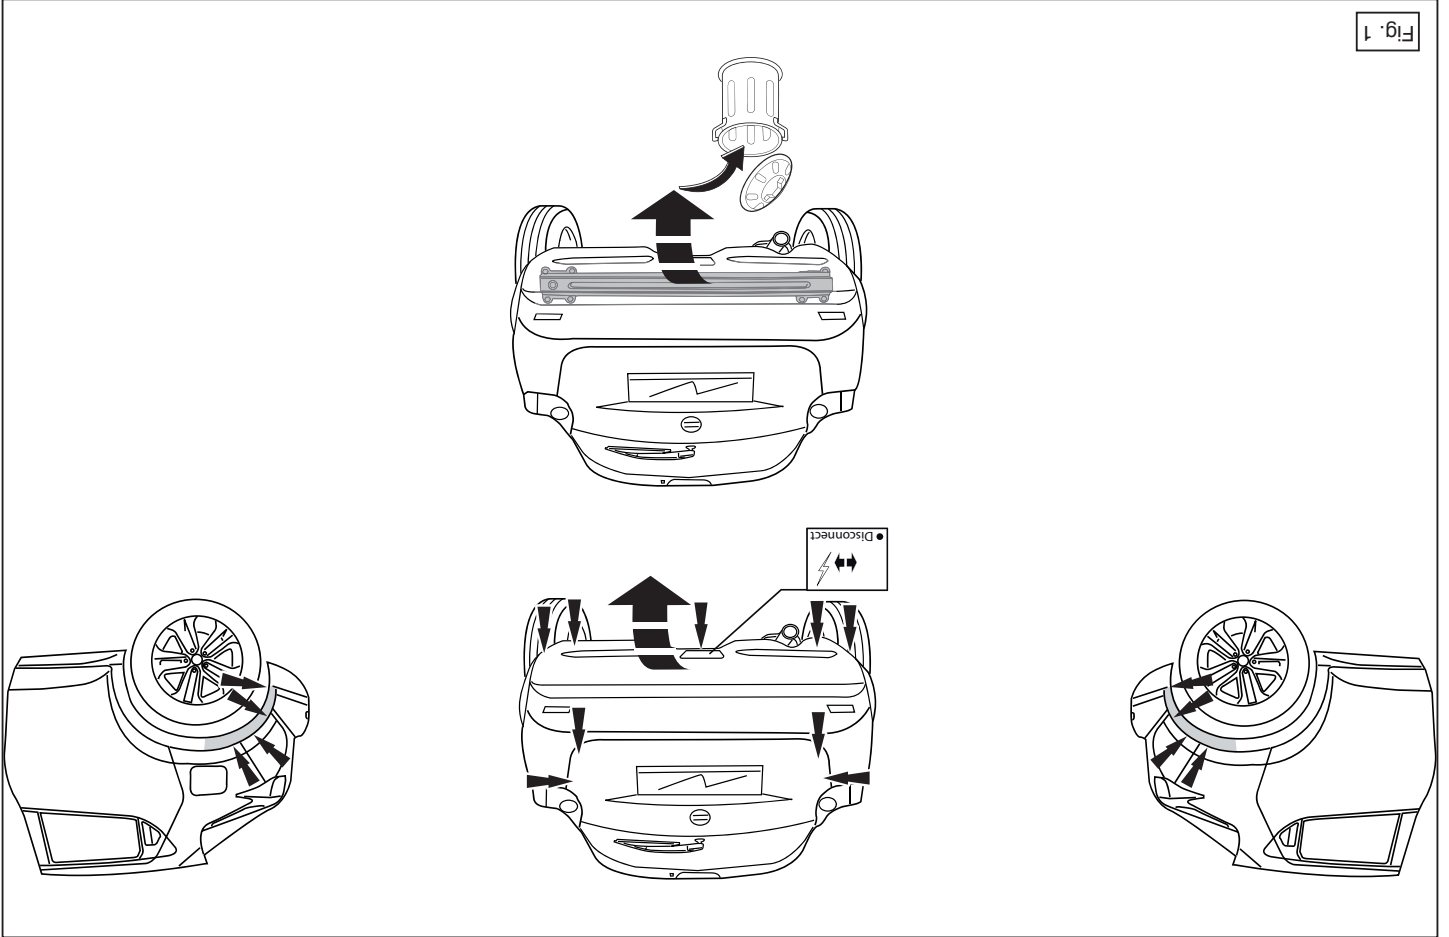

Fig. 1
1. Remove the bumper and the steel buffer beam from the vehicle. The buffer beam will no longer be needed. Replace the bolts. See figure 1.
1. Die Stoßstange einschließlich des stählernen Stoßbalkens vom Fahrzeug abmontieren. Der Stoßbalken wird nicht mehr benötigt. Die Schrauben wieder anbringen. Siehe Abbildung 1.
1. Déposer le pare-chocs du véhicule y compris la traverse en acier ; la traverse ne sera plus utilisée. Remettre les boulons de fixations en place. Voir la figure 1.
1. Demonter kofangeren, inklusive køretøjets stålstødbjelke. Denne bliver overflødig. Sæt bolte på plads igen. Se fig. 1.